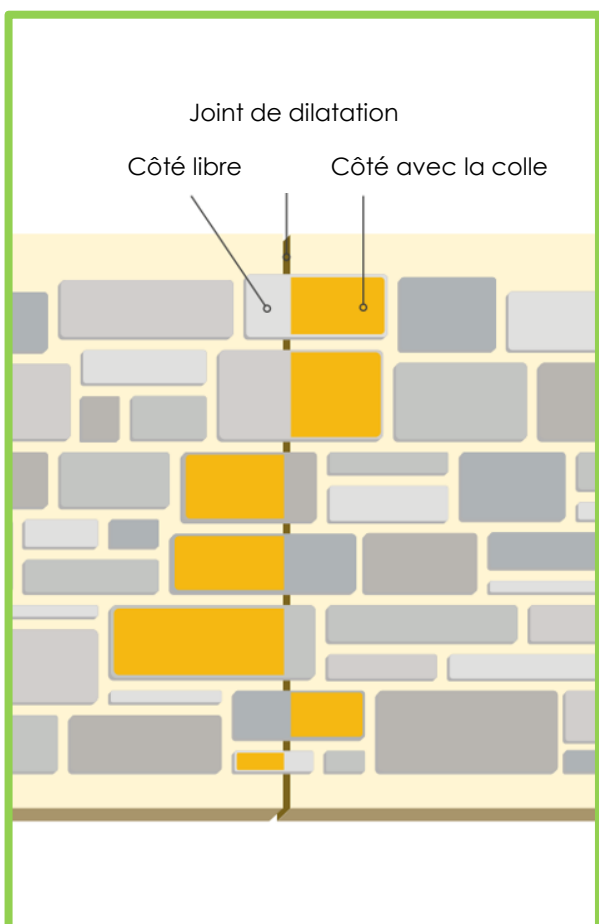

Fig. 22
- Laisser les joints libres en arrivant avec la pierre à proximité immédiate. Si vous devez masquer le joint, procédez comme suit : collez la pierre d'un seul côté du joint de dilatation (naturellement celui avec une surface d'appui plus grand) laissant l'autre côté exempt de colle. De cette manière, l'articulation suit la forme des pierres et devient invisible une fois le jointolement terminé. Une fissure éventuelle du joint au fil du temps peut être restauré en le remplaçant simplement avec du mortier (Fig. 22).